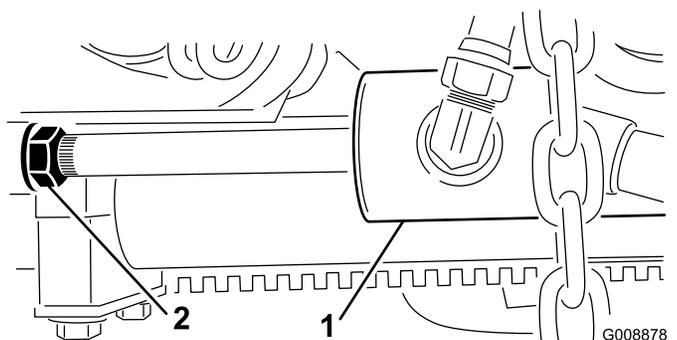

図 27
- B. シリンダについているジャムナットを戻す 図 27。